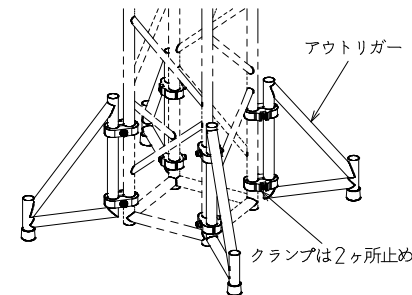

図1 アウトリガー連結状態
- ① クランプ } 別売クランプセット
- ② 六角棒スパナ } (ATC-C型)
1. 図1のようにアウトリガーを角トラスに、クランプで軽く止めてください。